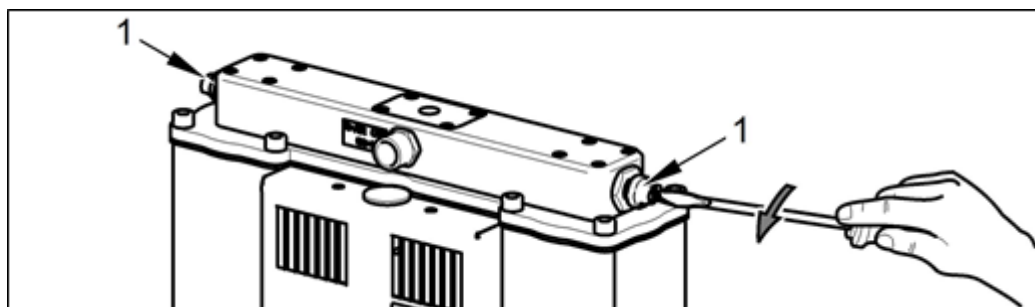

Abb. 25: Druckblas aus den Trocknerkammern
- Öffnen Sie die Ablasstopfen am Ablasmodul der Gerätschaft (Abb. 25).
- Lassen Sie den Druck aus den Trocknerkammern ab. (Abb. 25)